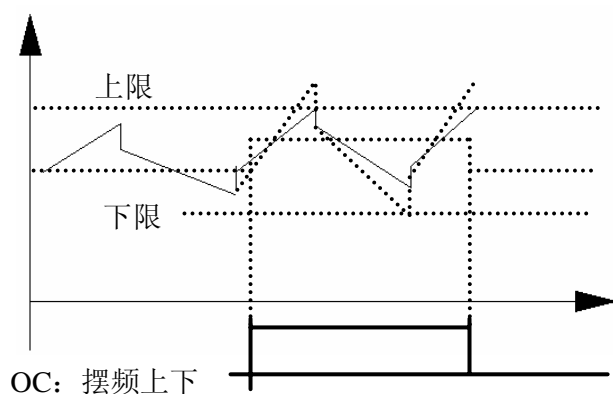

图 6-32 摆频幅度限制
- 16: 摆频上下限限制.选择摆频功能后若以中心频率计算所得摆频的频率波动范围超过上限频率 F0. 10 或低于下限频率 F0. 11 时, 将输出指示信号, 如图 6-32 所示。